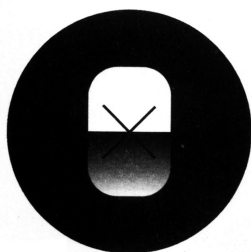

图 1
8. 旋转调节手轮，使明暗分界线准确对准交叉线的交点。（图 1）